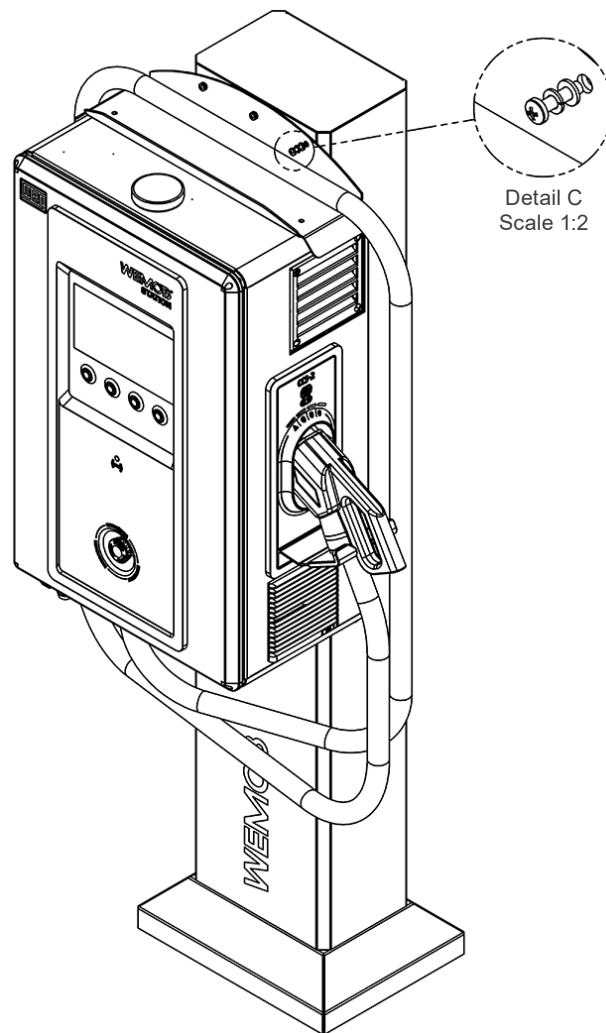

Figura 3.14: Exemplo fixação da estação WEMOB-STATION (30/40 kW) no totem
5. Fixe a parte superior da estrutura através dos três (03) pontos nela existentes, utilizando três (03) parafusos sextavados M6.
6. Realize o torque de aperto final de 10 Nm, em todos os pontos de fixação, de modo a garantir uma fixação segura para a estação de recarga e para o operador, conforme a Figura 3.14 na página 3-13.